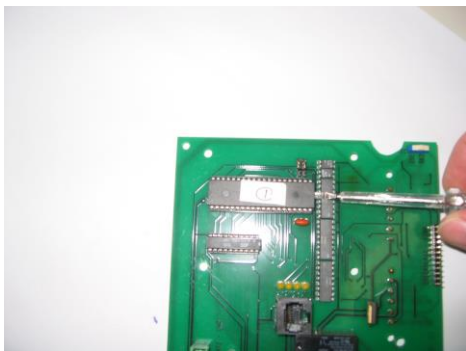

Bild 1
8. Programmbaustein entfernen. Siehe dazu Bild 1 und 2.